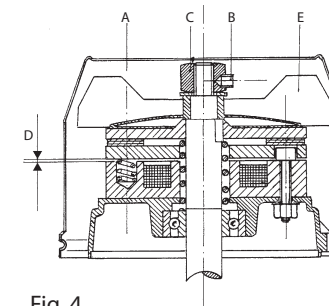

Fig. 4
- réglez l'entrefer en dévissant la vis à tête creuse hexagonale "B" puis en agissant sur l'écrou "C" : la mesure "D" doit être comprise entre 0,4 et 0,6 mm. Pendant le fonctionnement du moteur, le ventilateur "E" doit tourner librement sans frotter sur le disque. Remontez ensuite le capot moteur et revissez les 4 vis, (Fig.4).